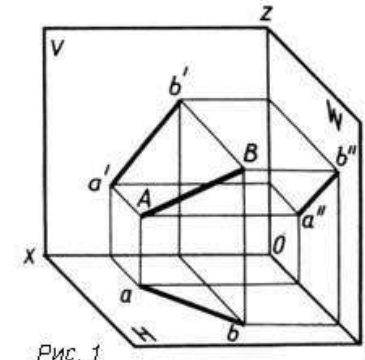

Рис. 1
**Задание:** по заданным в таблице 1 координатам построить наглядное изображение отрезка прямой  $AB$ ,  $CD$  и  $MN$  (рис. 1) и эюр (рис. 2).